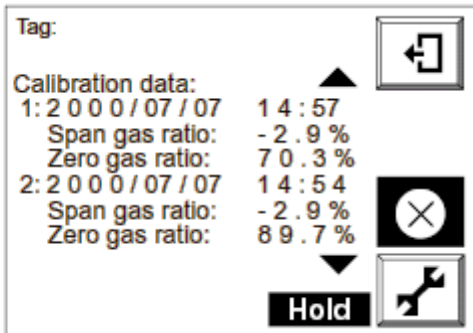

图 12.6 校正历史记录
- (4) 用以下步骤确定是否是传感器设备的退化或损坏造成在电流校正中突然发生报警的原因:
- b. 按▼键 (图 12.6) 显示“校正时间历史记录”。因为在该显示中, 记录有以前的十个量程修正因子和零点修正因子, 可以看见传感器的退化变化情况。